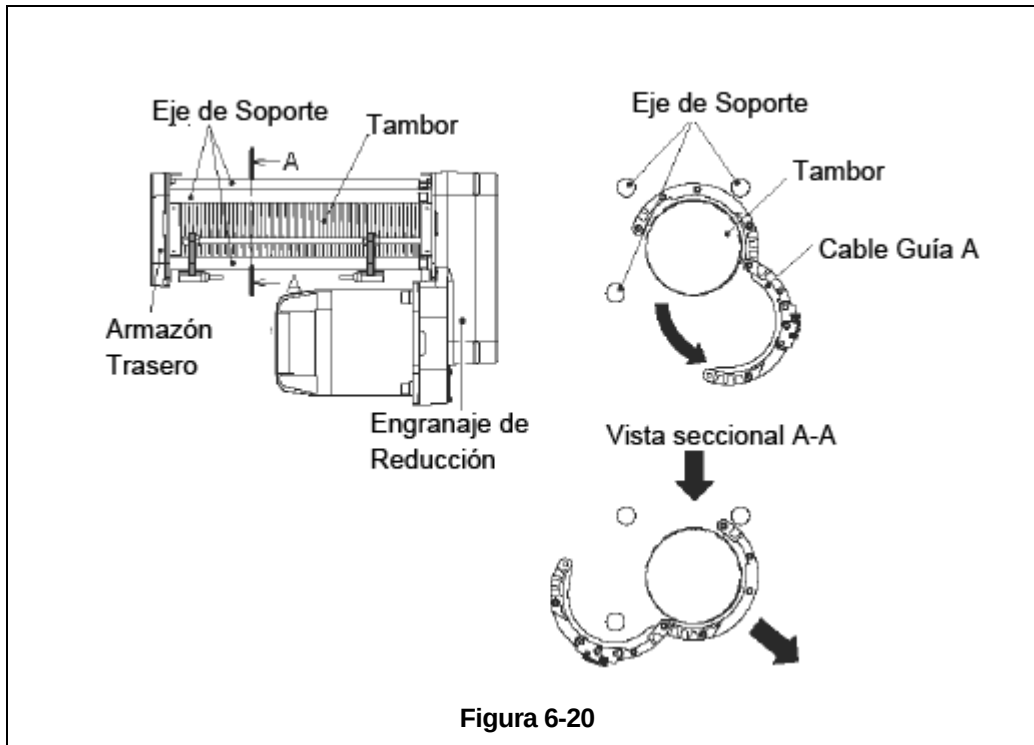

Figura 6-20
- 12) Retire el ultimo perno etiquetado como "A" en la **Figura 6-18**. Este perno actúa como un punto de bisagra para los dos segmentos de la Guía de Cable A cómo se muestra en la **Figura 6-20**. Con este perno retirado, los dos segmentos de la Guía de Cable A se separarán y se pueden quitar por separado.